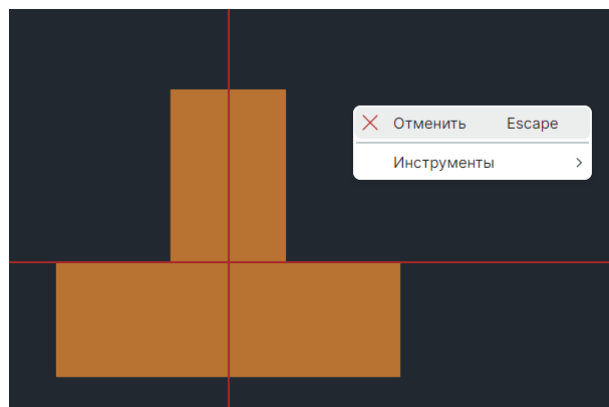

Рис. 53 Выход из активного инструмента
7. Выход из инструмента осуществляется командой контекстного меню «Отменить», см. Рис. 53.